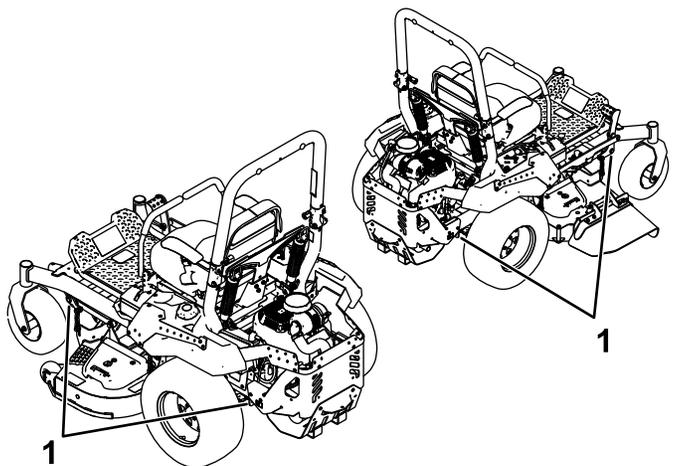

図 36
6. 前キャストホイールおよび後部バンパーを利用して機体をロープやチェーンなどで固定する 図 36。ロープ掛けや積荷固定については各地域の法令などに従ってください。